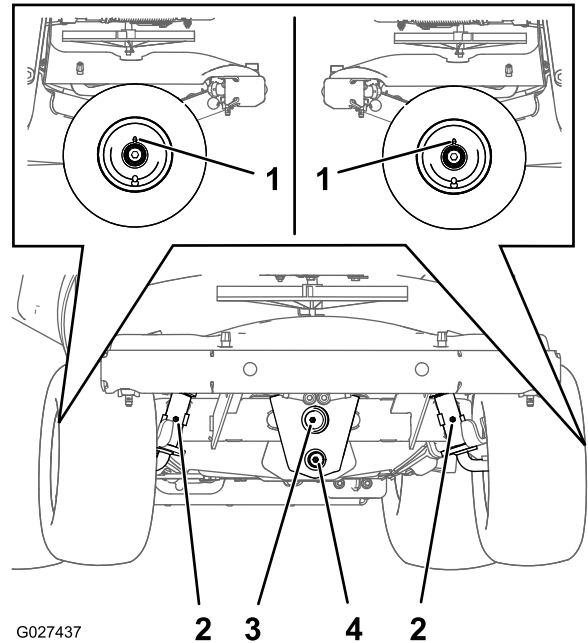

Figure 67
2. Nettoyez les graisseurs avec un chiffon (Figure 67).
3. Raccordez un pistolet de graissage aux graisseurs (Figure 67).